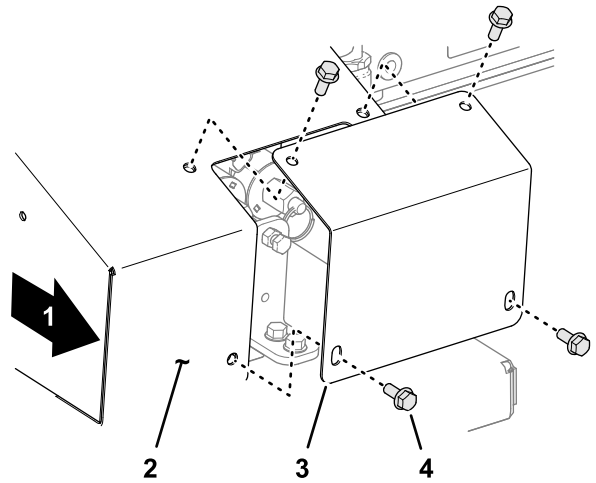

Bild 27
1. Entfernen Sie auf der rechten Seite der Maschine die vier Bundkopfschrauben, mit denen die Abdeckplatte an der Übersteuerungseinheit befestigt ist (Bild 27).